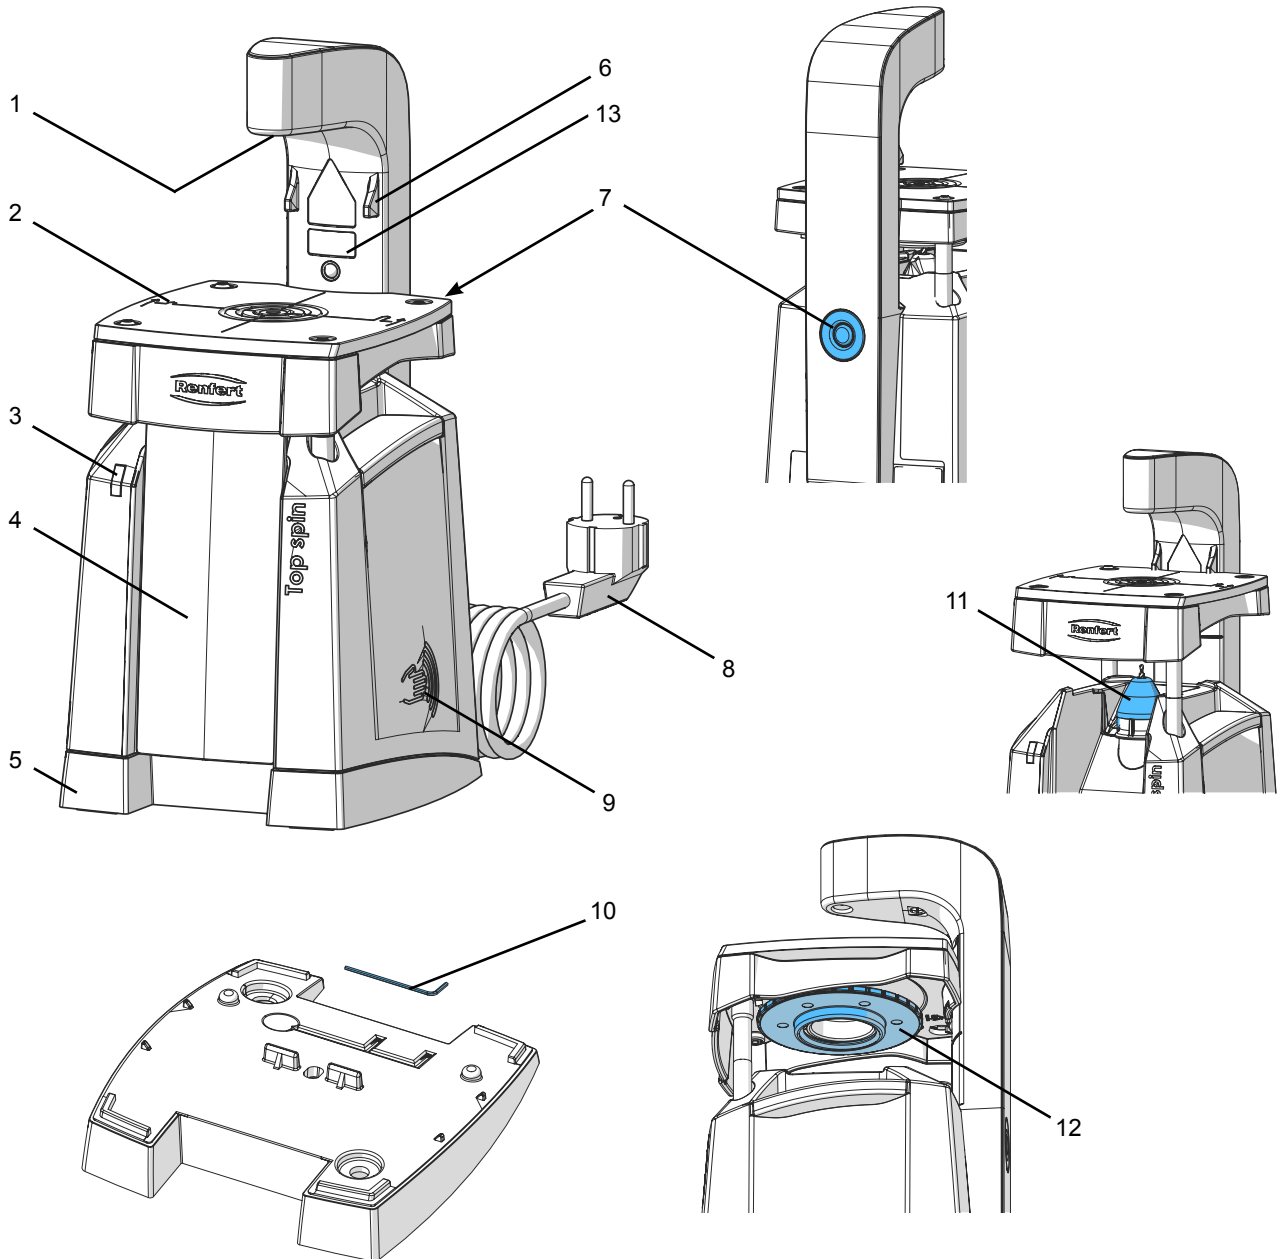

Fig. 1
- ⇒ Saque la indicación de peligro Láser que figura en su idioma nacional del juego de adhesivos y péguelo sobre la indicación de peligro actual (13, fig.1).
- ⇒ Colocar la corona de dientes en la mesa de perforación (2, fig. 1) y posicionar bajo el láser (1, fig. 1).
- ⇒ Desplazar la mesa de perforación (2) hacia arriba hasta el tope (6).
- ⇒ Empujar el polvo depositado con un pincel o golpeando suavemente en el depósito de polvo (4, fig. 1) y extraer el depósito de polvo tirando hacia delante por el borde inferior.